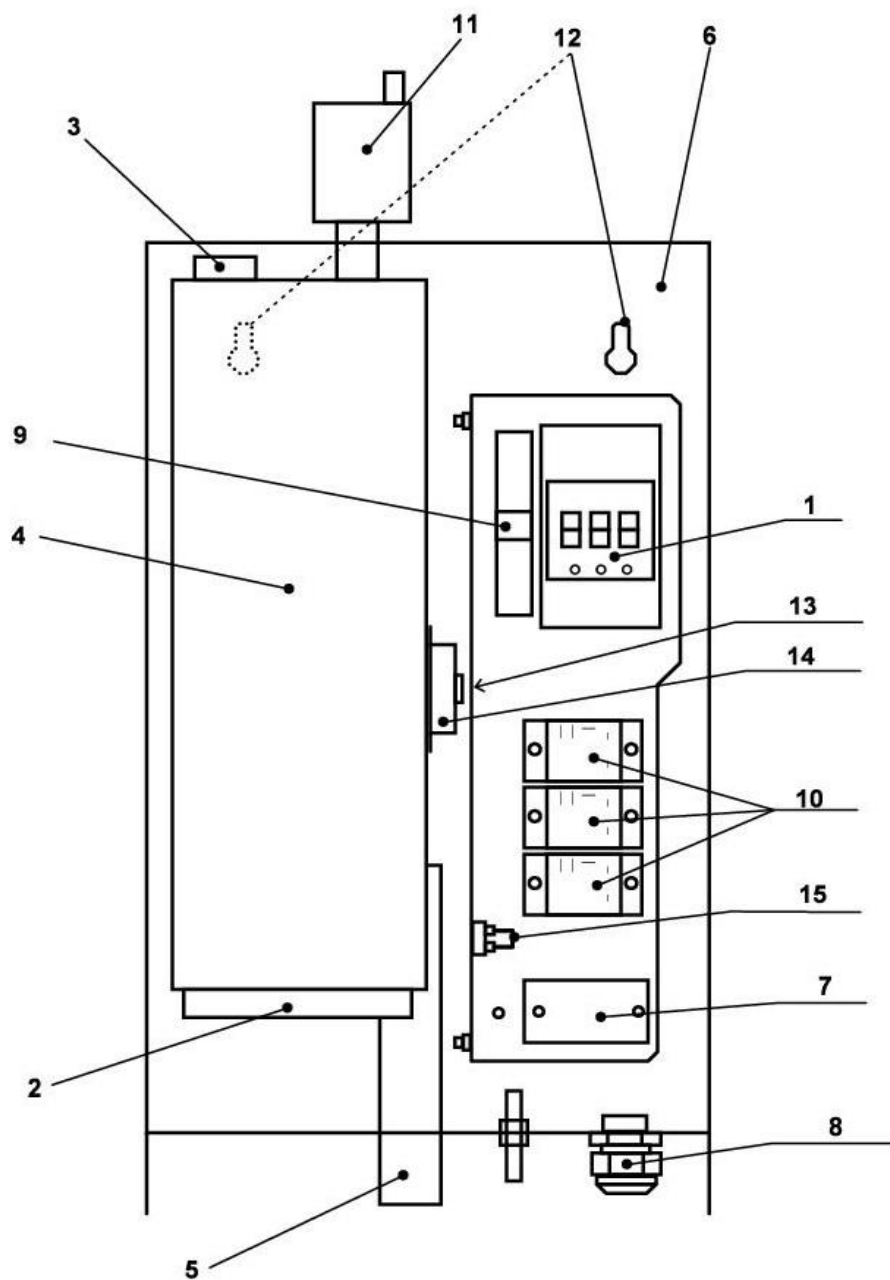
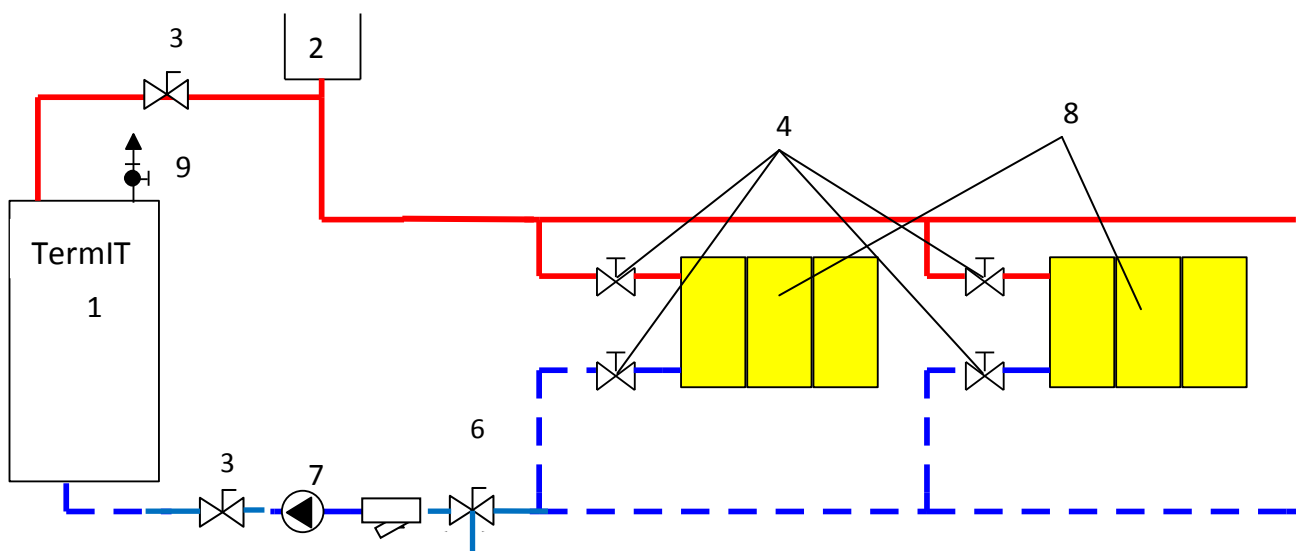

Рисунок 2 - Будова та схема підключення котла електричного тенового
Рисунок 3 – Схема підключення котла в систему з природною циркуляцією
1.3.1 Електричний тенівий котел являє собою металевий корпус, зібраний з окремих комплектуючих. Будова котла зображена на рис. 2.
1.3.2 Зовнішню огорожу котла складає корпус «6» (рис. 2) з передньою панеллю. У правій верхній частині корпуса знаходиться блок управління котла «1» (у вигляді терморегулятора) з автоматичним вимикачем «9» (далі вимикач) для подачі напруги в котел з електромережі. На передній панелі блока управління «1» розміщені кнопки управління. В корпусі котла розміщений теплообмінник «4»
1.4.4 Тепловий захист та захист від КЗ в електричних колах відповідних груп ТЕНів забезпечується автоматичним вимикачем «9». Рис.2.
1.4.5 Захист від перегріву теплоносія та ТЕНів, забезпечується завдяки тому, що на корпусі теплообмінника встановлено захисний термостат АТ500РМ 95С. «14» Рис.2. На основ-
Для керування електродкотлом за допомогою функції зовнішнього керування необхідно видалити перемичку із клеми підключення зовнішнього керування «15» Рис. 2. і підключити кімнатний програматор, або інший пристрій який має вихід «сухий контакт».
2.1.1 Монтаж котла і під'єднання його до електромережі живлення повинна виконувати спеціалізована організація з дотриманням „Правил безпечної експлуатації електроустановок споживачів” (ПБЕЕС), „Правил технічної експлуатації електроустановок споживачів” (ПТЕЕС), „Правил пожежної безпеки” (ППБ), „Правил будови електроустановок, (ПБЕ) . Підключення електродкотла виконується на клемній колодці «7». Рис.2.
Порядок підключення проводів вказаний на клемній колодці «7». Рис.2.
2.1.3 Котел приєднується до опалювальної системи за допомогою вихідного патрубка «3» і вхідного патрубка «5». Рис. 2.
2.2.1 Виконати під'єднання котла до контура системи опалення: зворотній трубопровід під'єднати до вхідного патрубка «5», а прямий трубопровід (подача) до вихідного патрубка «3» котла. Рис.2. До вхідного патрубка «5» встановити фільтр. Рис.3.
2.2.4 Деаерація системи опалення (видалення повітря) відбувається через клапан для видалення повітря «11» (рис.2) Видалення повітря із системи опалення необхідне для запобігання інтенсивної корозії внутрішніх поверхонь системи, а також усунення і утворення повітряних пробок, які перешкоджають нормальній циркуляції теплоносія.
2.2.5 На рис.3 представлена схема використання котла «1» в опалю-
Установку котла виконувати згідно схеми на Рис. 3
(рис.2), зняти ізоляцію на кінцях проводів кабелю, обтиснути їх кабельними наконечниками. Надіти та зафіксувати нагрівом термоусаджувальні трубки відповідних кольорів на кабельні наконечники. Зняти захисну кришку клемної колодки «7» **Рис.2**, приєднати кабель живлення до клемної колодки у відповідності до схеми на її кришці:
-дріт захисного заземлення РЕ приєднують до клеми РЕ. Міцно затиснути гвинти клемної колодки. Закрити клемну колодку її кришкою, затиснути герметичний кабельний ввід. При потребі підключити кімнатний термостат до клеми підключення зовнішнього керування «15» **Рис.2**, встановити і зафіксувати передню панель електрокотла.